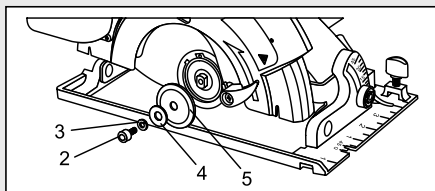

Fig. 5
2. Insérez une clé hexagonale de 5 mm dans la vis de la lame (2) (Fig. 5). Tout en appuyant sur le bouton de blocage de l'arbre, tournez la clé hexagonale dans le sens antihoraire jusqu'à ce que le bouton de blocage de l'arbre s'engrène dans l'arbre de la lame. Continuez à tourner la clé hexagonale dans le sens antihoraire afin d'enlever la vis de la lame, la rondelle de blocage (3), la rondelle plate (4) et la grosse rondelle à bride extérieure (5).